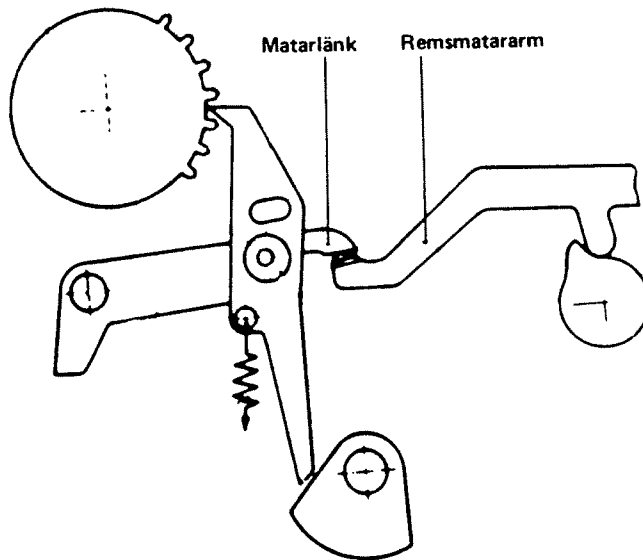
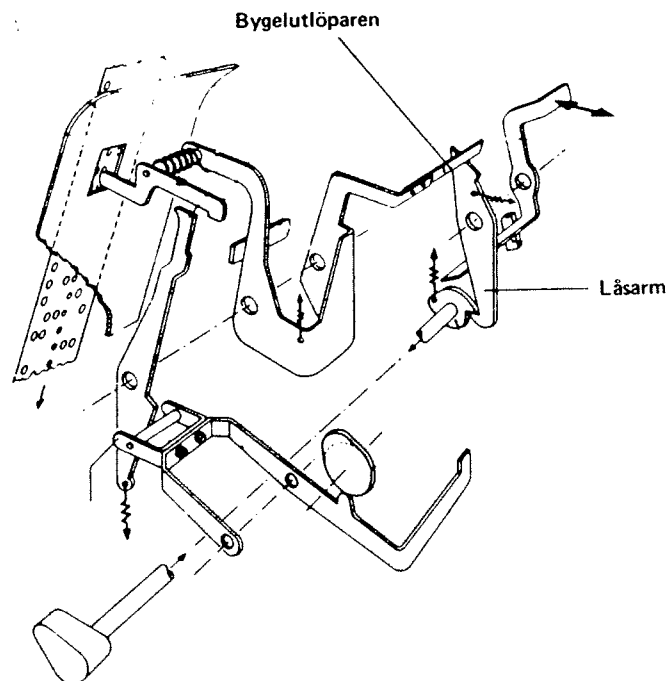

Bild 23. Matningsmekanism för remssändare
Bild 24. Remssändarens remsslutmekanism
- 4.14.3 Sätt fast remssändaren. Var därvid noga med att matarlänken, bild 23, ligger an mot remsmatararmen och att bygelutlöparen, bild 24, (den långa armen på remssändarens vänstra sida) har ett spel på 0,1-0,2 mm till låsarmen.